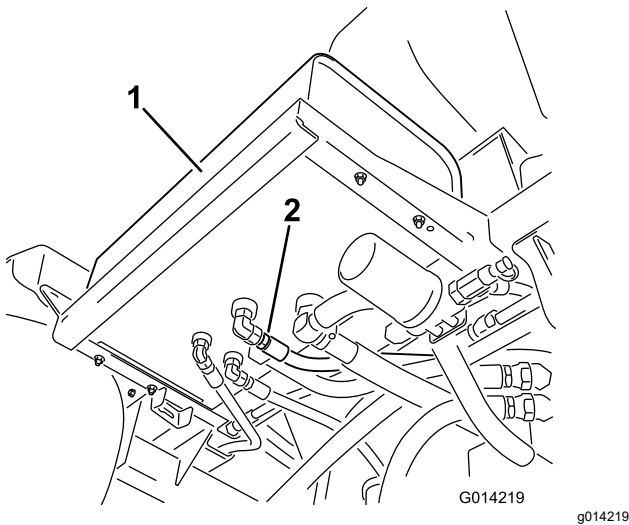

Figure 99
- Nettoyez la surface autour d'un raccord de flexible hydraulique au bas du réservoir d'huile hydraulique (Figure 99).
4. Débranchez le raccord de flexible du réservoir et vidangez l'huile dans le bac de vidange (Figure 99).